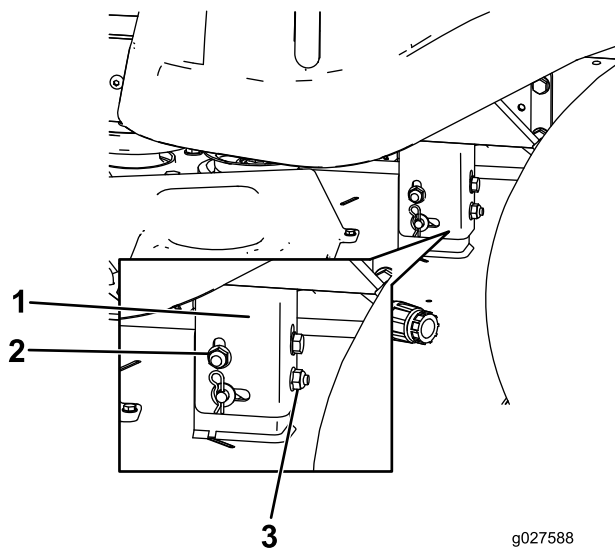

Figure 55
8. Élevez ou abaissez le côté gauche du tablier de coupe en tournant l'écrou arrière (Figure 55).
Remarque: Tournez l'écrou arrière dans le sens horaire pour élever le tablier de coupe ou dans le sens antihoraire pour abaisser le tablier. (Figure 55).